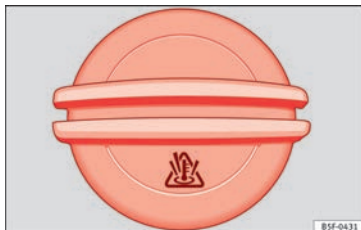

Bild 245 I motorrummet: Lock till expansionskär för kylmedel
- Expansionstanken för kylvätska känns lätt igen på symbolen » på locket » » bild 245.